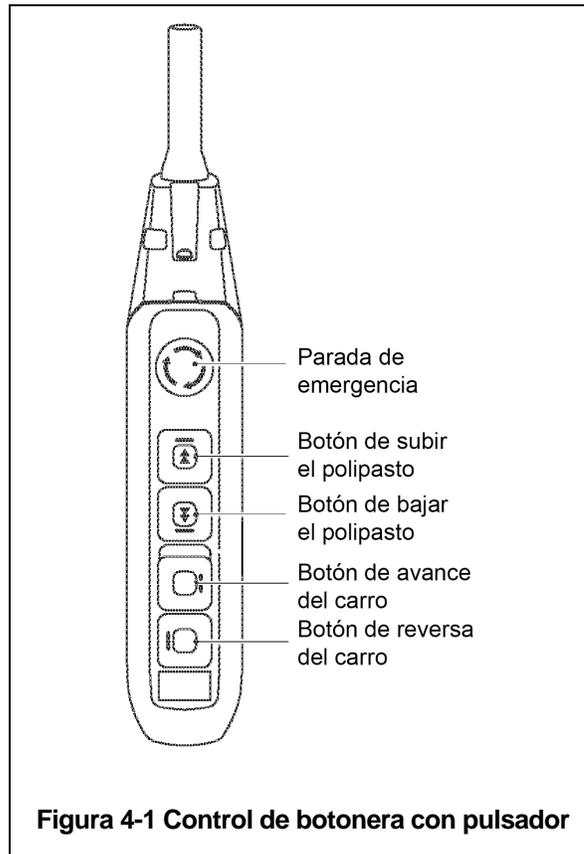

Figura 4-1 Control de botonera con pulsador
- 4.3.1 Botón de parada de emergencia: Presione el botón de parada de emergencia para realizar una parada de emergencia y un bloqueo de los controles de movimiento del polipasto/tecle o para restablecer el inversor de frecuencia como se muestra en la **Figura 4-1**. Gire el botón de freno de emergencia hacia la derecha para bloquear los controles y permitir el funcionamiento del polipasto/tecle. Se mostrará "Hbb" en la pantalla del inversor de frecuencia de doble velocidad de la unidad cuando se presione el botón de parada de emergencia.
- 4.3.2 Control de botonera de doble velocidad: Los controles de botonera que se proporcionan con los polipastos/tecles o troles de doble velocidad tienen botones de control de dos pasos. Para baja velocidad, presione el botón hasta el primer paso y, para alta velocidad, presione el botón completamente hasta el segundo paso. Use el botón Arriba para elevar el gancho del polipasto/tecle o el botón Abajo para hacer descender el gancho del polipasto/tecle como se muestra en la **Figura 4-1**. Presione los botones de avance y de retroceso para mover el trole de manera horizontal. Para detener el movimiento, suelte los botones.